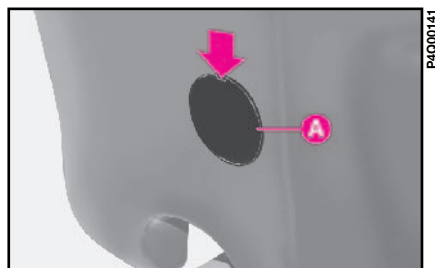
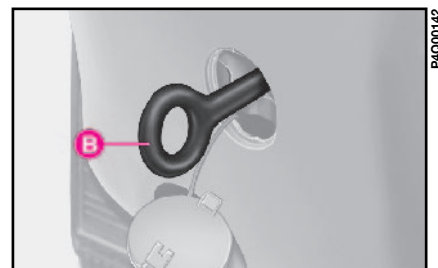

fig. 48
fig. 49
4) Saque la tapa **A-fig. 48** del para-choques trasero, haciendo palanca con un destornillador en el punto indicado por la flecha y apriete a fondo la argolla **B-fig. 49** en el perno roscado que se puede ver cuando se quita la tapa.